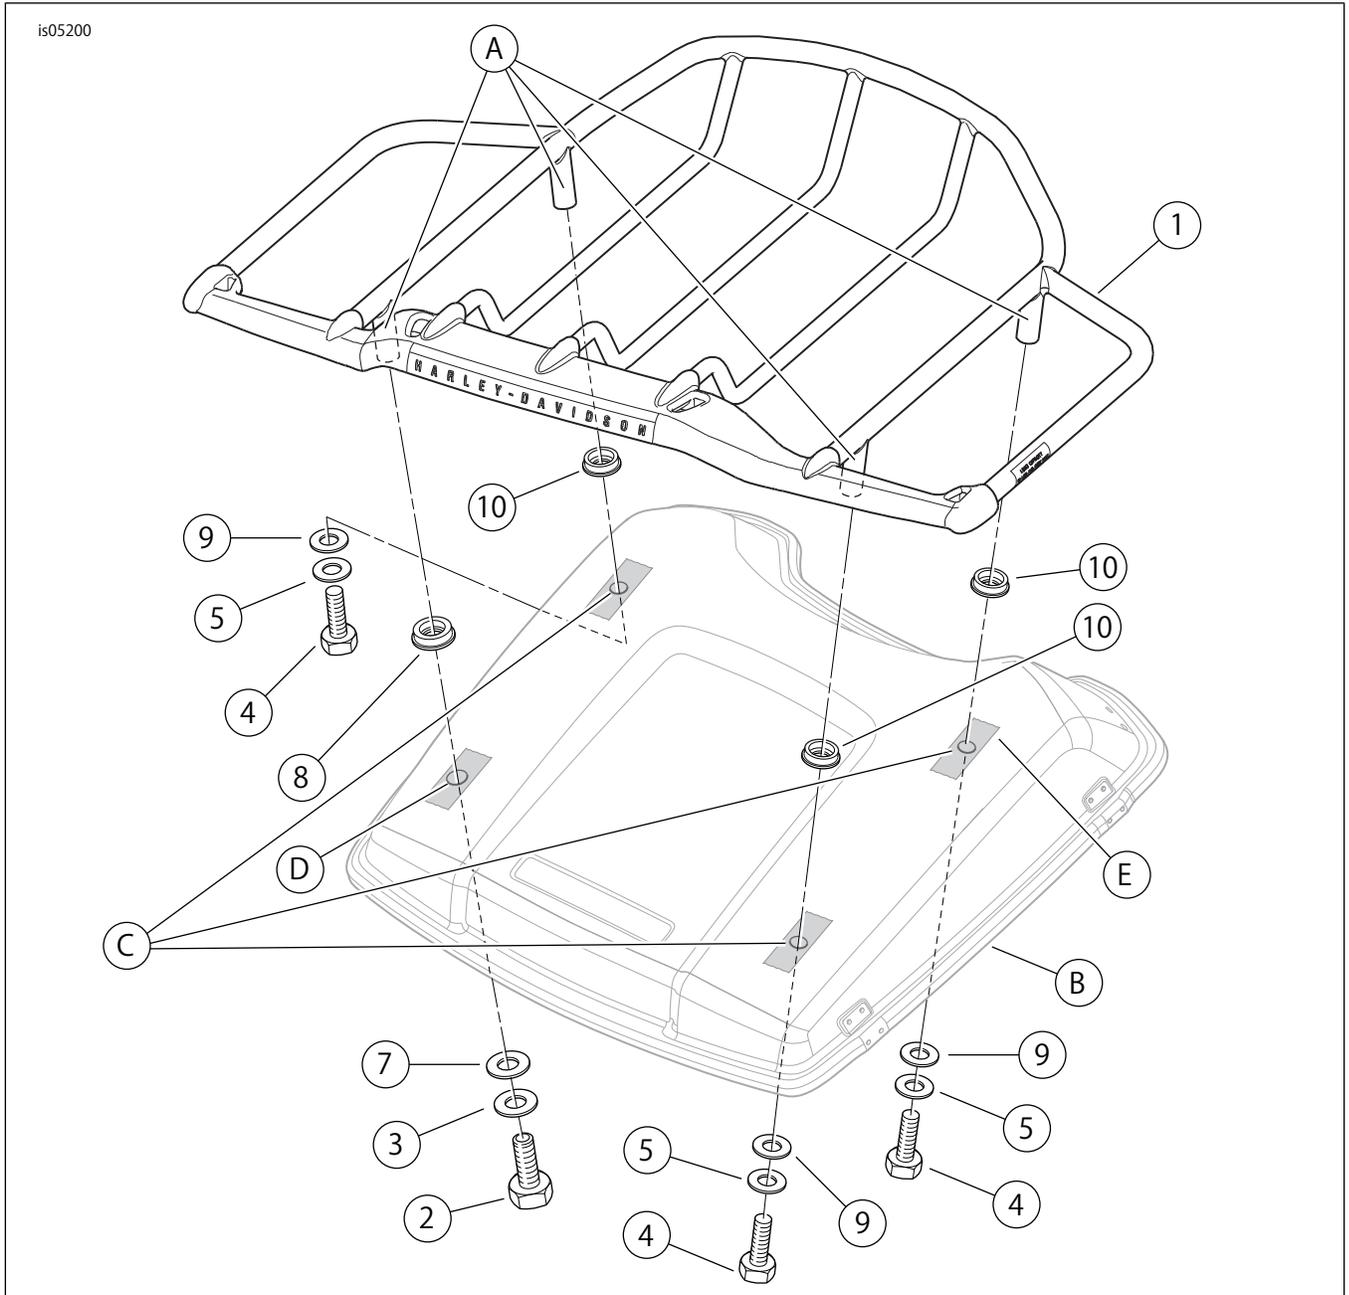

図1。交換用パーツ、エアウイング Tour-Pak リッドロック
「図1」および「表1」を参照してください。
2. 「図1」を参照。大径の取り付けパッド(8)を左後ろの脚にはめ込みます。3つの小径の取り付けパッド(10)を残りの脚(A)に1つずつはめ込みます。Harley-Davidsonの文字が後ろにある状態で、Tour-Pakのリッド上でラックをご希望の場所に配置します。